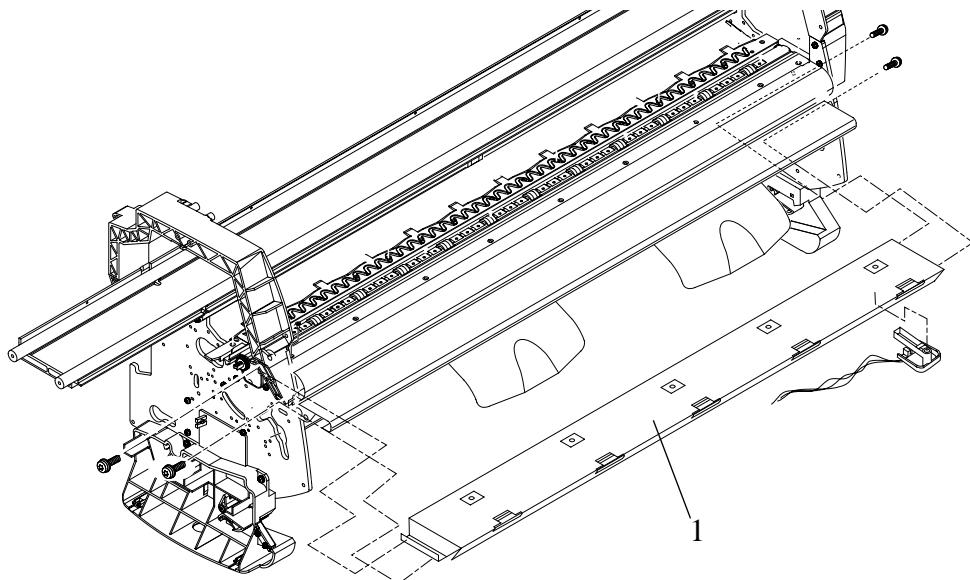

図 80 : センタ ガイド
- 5 センタ ガイド(部品1)を取り外します(図80参照)。